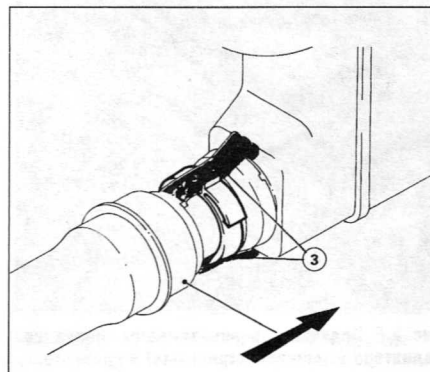

Рис. 2.13. Отожмите фитинг в сторону от шланга, чтобы высвободить две стопорные лапки (3)
13 Отожмите фитинг от шланга, чтобы высвободить две стопорные лапки (3) (рис. 2.13).